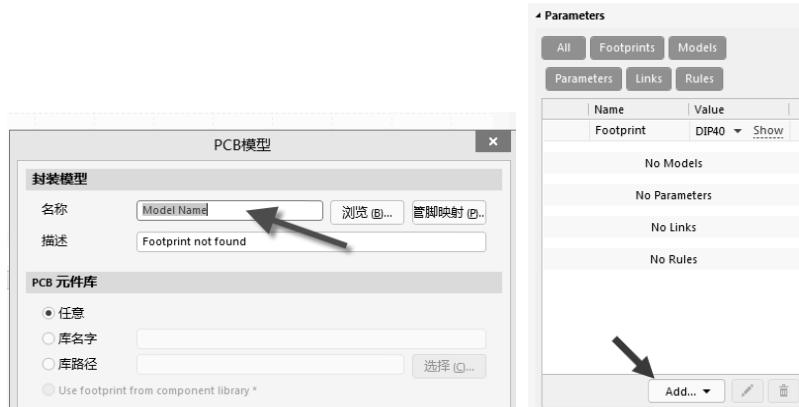

图 4-15 封装模型设置
- ① Designator: 元件位号, 即识别元件的编码, 常见的有“C?”“R?”“U?”。
- ② Comment: 一般用来填写元件的大小参数或者型号参数, 相当于 Value 值的功能。
- ③ Description: 描述, 用来填写元件的一些备注信息, 如元件型号、高度参数等。
- (2) 封装模型: 如图 4-15 所示, 单击“Add”按钮, 可以选择添加 PCB 封装模型, 同时也可以对已存在的 PCB 封装模型进行移除或者编辑操作。